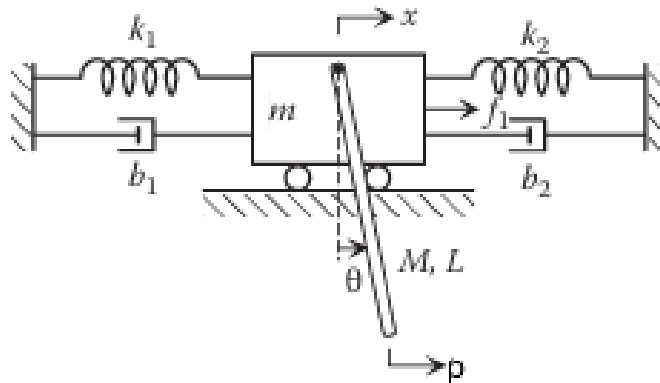

Figura 1 Sistema masa con péndulo
- Obtenga la representación en variables de estado de la planta física expuesta en la figura 1, en donde la fuerza f_1 es la entrada del sistema (señal de control), la salida del sistema corresponde a la posición de la masa $x(t)$ y el sistema tiene una perturbación en posición $p(t) = A \sin(\omega \cdot t)$. Las constantes son de libre elección, pero deben poseer valores que se encuentren en la realidad.